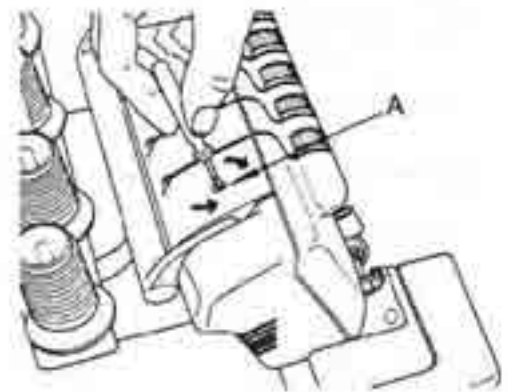
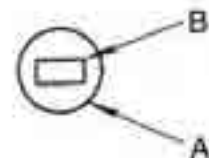

Fig. 40
Fig. 41
Sæt den lille skruetrækker ind i hullet på maskinens overside (fig. 40). Her sidder trykindstillingsskruen (A). Sørg for, at skruetrækkeren griber ind i kærven på trykindstillingsskruen (B) (fig. 41).